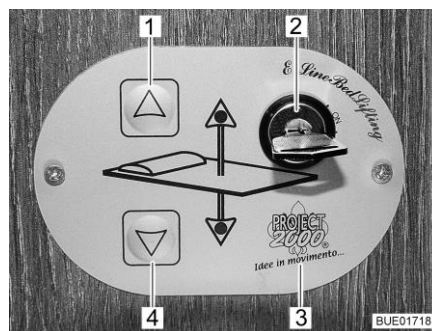

Fig. 50 Commande
Commande Les touches (Fig. 50,1 et 4) sur l'unité de commande (Fig. 50,3) permettent d'abaisser ou de relever le lit escamotable. L'interrupteur à clé (Fig. 50,2) permet de protéger l'unité de commande contre toute utilisation non autorisée.
- Tourner la clé de 90° dans le sens des aiguilles d'une montre dans l'interrupteur à clé (Fig. 50,2) sur la position "On". L'unité de commande (Fig. 50,3) est activée.
- Appuyer sur la touche fléchée (Fig. 50,4) et la maintenir pressée jusqu'à ce que le lit escamotable ait atteint la position désirée vers le bas.
- Appuyer sur la touche fléchée (Fig. 50,1) et la maintenir pressée jusqu'à ce que le lit escamotable ait atteint sa position finale supérieure.
Régime de secours S'il n'est plus possible de déplacer le lit escamotable avec les touches fléchées (Fig. 50,1 et 4), contrôler d'abord les fusibles (voir paragraphe 8.9.1). Si les fusibles ne sont pas défectueux mais qu'il n'est toujours pas possible de déplacer le lit escamotable, ce dernier peut l'être manuellement en régime de secours.